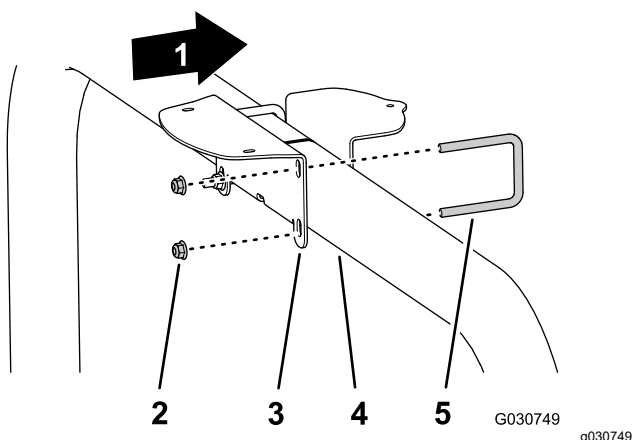

Figura 124
2. Monte el soporte del receptor en el tubo del ROPS (Figura 124) con los 2 pernos en U y las 4 contratuercas con arandela prensada ($\frac{3}{8}$ ").